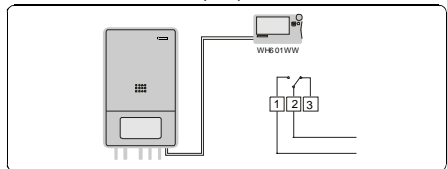
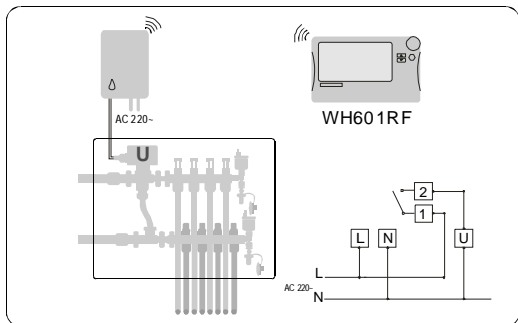

图6：适用于 WH601 RF(无线)模式
图7：适用于 WH601 MRF(多通道)模式
- 6、对于四通道模式(见图7)，第5通道(CH5)不需要对码，只要其它四通道中任一通道接通，CH5的两个端子就会接通，而只有四个通道都处于断开状态，CH5才会断开。
- 2、地暖或集中供热分户计量的控制及接线示意如图6、图7；